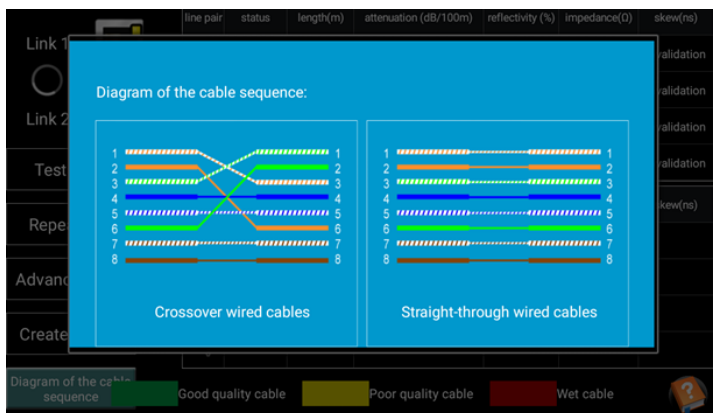

Рис. 151 Типы обжимки кабеля «витой пары»
- 2) «Типы обжимки кабеля» (Diagram of the cable sequence) показывает два варианта обжимки кабеля «прямой» и «кресовый» в виде схемы последовательности жил в кабеле, рис. 151